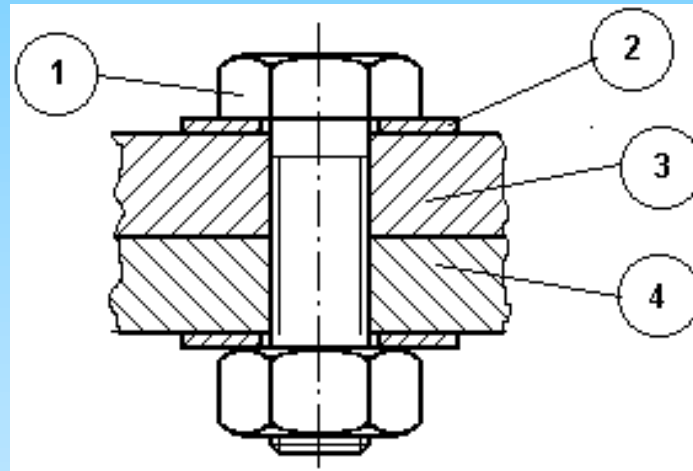

Figura 1
- Consideremos um conjunto porca-parafuso que fixa as peças 3 e 4 e que será apertado com um conjugado C , mostrado na figura 1.